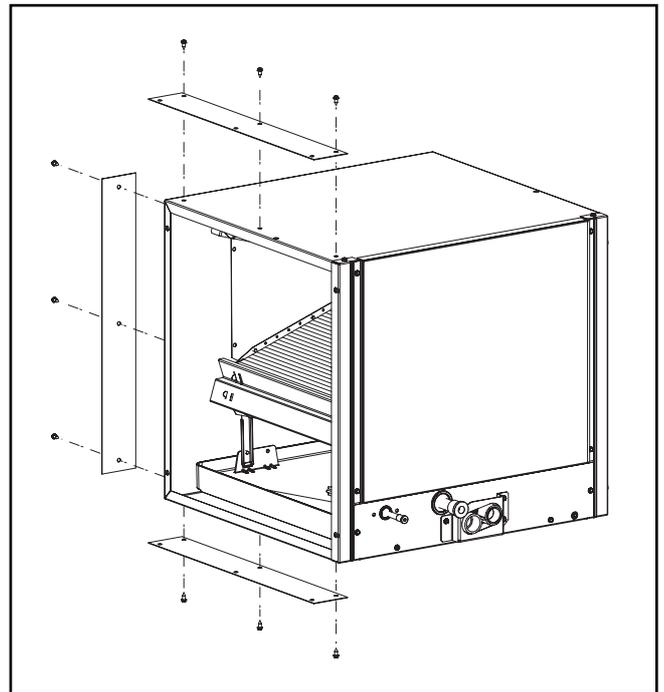

Fig. 4 - Montaje de las Placas de Acople
2. Utilice tornillos autorroscantes (no provistos) para montar las placas de acople al gabinete de la serpentina (Ver Fig. 4).